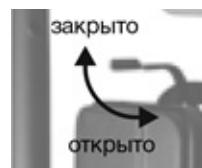

Рис. 2
- Закрыть воздушную заслонку карбюратора, переведя рычаг воздушной заслонки в закрытое положение влево. После прогрева двигателя в течение 1-2 минут переведите рычаг воздушной заслонки в открытое положение вправо (Рис. 2).
- После прогрева двигателя в течение 1-2 минут, перевести рычаг воздушной заслонки в открытое положение (Рис. 2).